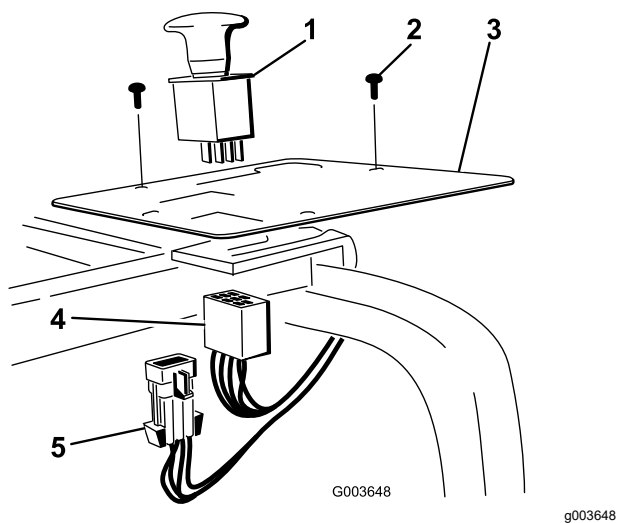

图 34
2. 拆下面板上的塑料塞将开关安装到面板图 34。
4. 将线束安装到控制面板内的开关上图 34。
6. 将主线束连接器安装到主线束上图 34。